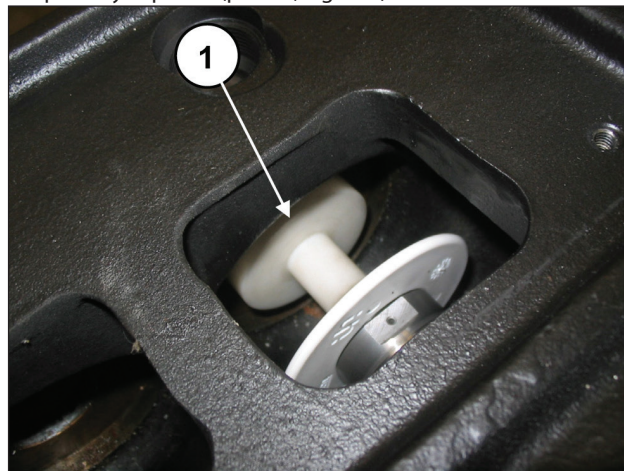

Fig. 158
Girar a mano el eje para desplazar progresivamente los 3 pistones hacia la posición de punto muerto superior e introducir la herramienta tampón cód. 27516600 entre la guía del pistón y el pistón (pos. ①, Fig. 158).